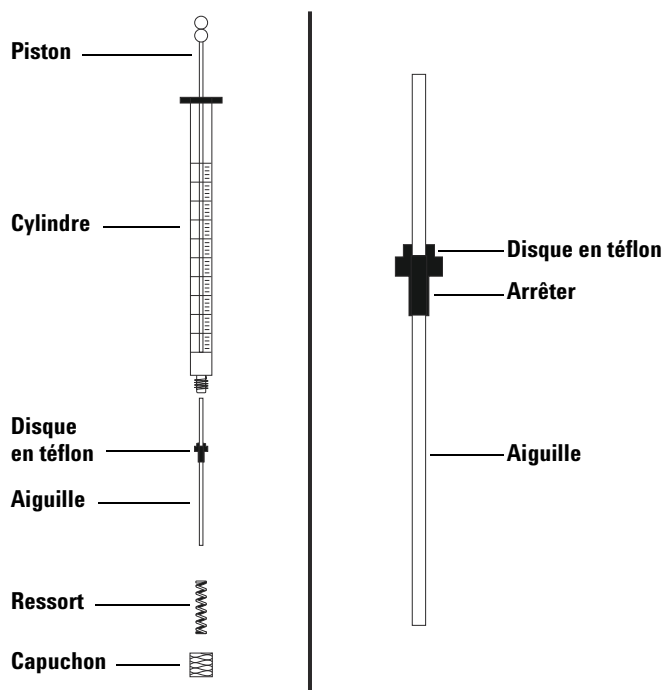

Figure 70 Composants d'une seringue
Pour introduire une aiguille dans un cylindre de seringue (Figure 70) :
- 2 Vérifiez que l'aiguille est munie d'un disque en téflon (Figure 70). Si le cylindre de la seringue n'est pas muni du disque en téflon, suivez les instructions figurant dans l'emballage de la seringue pour envelopper l'aiguille vous-même.